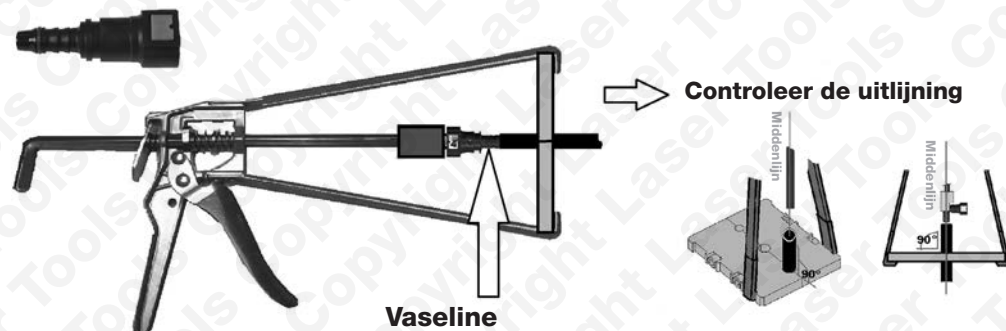

Afbeelding 1
- Zie afbeelding 1 voor een voorbeeld van het gebruik van de snelkoppelingsconnector en de kunststof leiding.